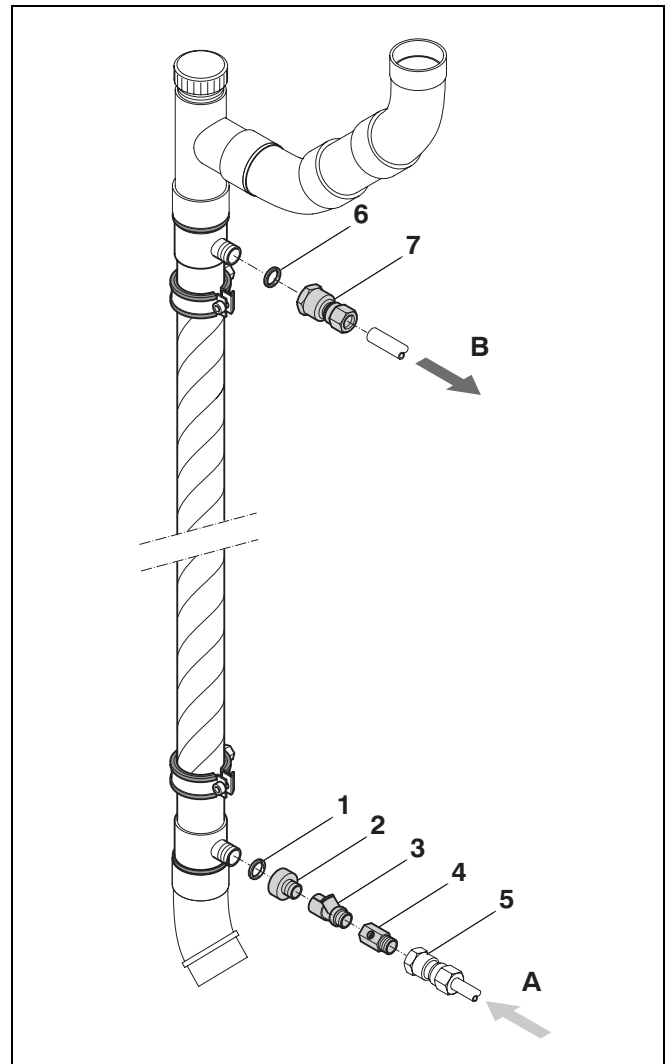

Fig. 5 Drinkwateraansluiting
- Monteer het neusstuk (fig. 5, pos. 2) op de onderste drinkwateraansluiting van de Nefit Douche-WTW. Gebruik hierbij de vlakke afdichtring (fig. 5, pos. 1).
Om de keerklep te kunnen controleren is de montagevolgorde van de keerklep en kogelafsluiter belangrijk (fig. 5, pos. 3 en 4).
- Monteer de keerklep (fig. 5, pos. 3) op het neusstuk.
- Monteer de kogelafsluiter (fig. 5, pos. 4) op de keerklep.
- Sluit de koudwaterleiding (fig. 5, A) aan op de kogelafsluiter. Hiervoor kan bijvoorbeeld gebruik worden gemaakt van een overgangskoppeling 1/2" x 15 mm knel (fig. 5, pos.5) (niet meegeleverd). Zie tabel 4 voor de tabel met drukverliesgegevens.
- Monteer de overgangskoppeling 3/4" bi. x 15 mm knel (fig. 5, pos.7) op de bovenste drinkwateraansluiting van de Nefit Douche-WTW. Gebruik hierbij de vlakke afdichtring (fig. 5, pos. 6).
- Sluit de waterleiding voor het voorverwarmde water (fig. 5, B) aan op deze overgangskoppeling.